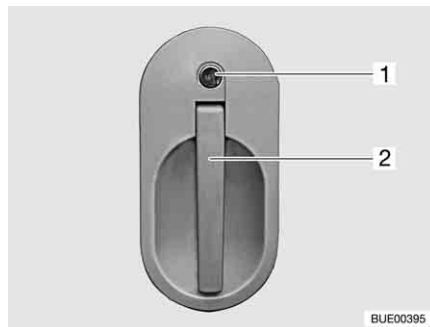

Bild 32 Türschloss Eingangstür, außen
- Öffnen:** ■ Schlüssel in Schließzylinder (Bild 32,1) stecken und drehen, bis das Türschloss entriegelt ist.
- Am Türgriff (Bild 32,2) ziehen. Die Tür ist geöffnet.
- Verriegeln:** ■ Schlüssel in Schließzylinder (Bild 32,1) stecken und drehen, bis das Türschloss verriegelt ist.